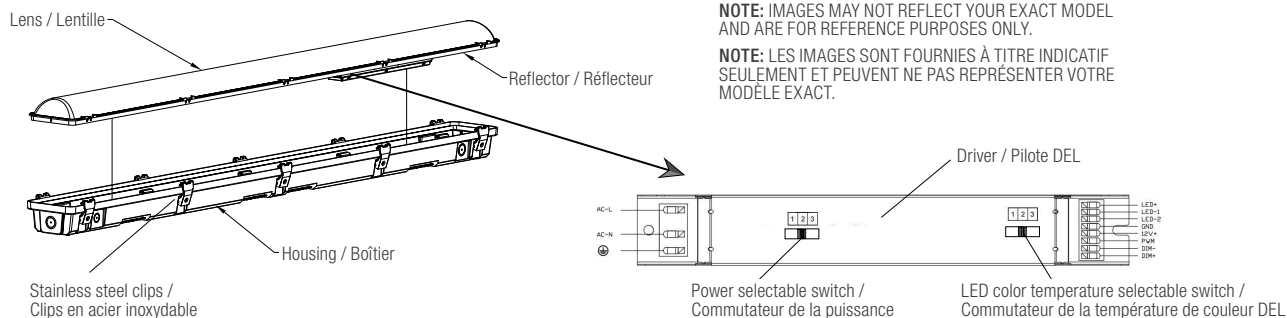

Figure 1
1. Open the luminaire by unlatching the stainless steel clips (Fig. 1).
2. Locate the driver on the back reflector plate (see Fig. 1) and select the desired power and LED color temperature using the switches as shown in Fig. 1 detail. Default settings: Maximum power and color temperature of LEDs at 4000K.
1. Ouvrez le luminaire en détachant les clips en acier inoxydable (fig. 1).
2. Localisez le Pilote DEL sur la plaque arrière du réflecteur (voir fig. 1) et sélectionnez la puissance et la température de couleur des DEL à l'aide des commutateurs, comme indiqué sur la fig. 1. Réglages par défaut : Puissance maximale et température de couleur des DEL à 4000K.